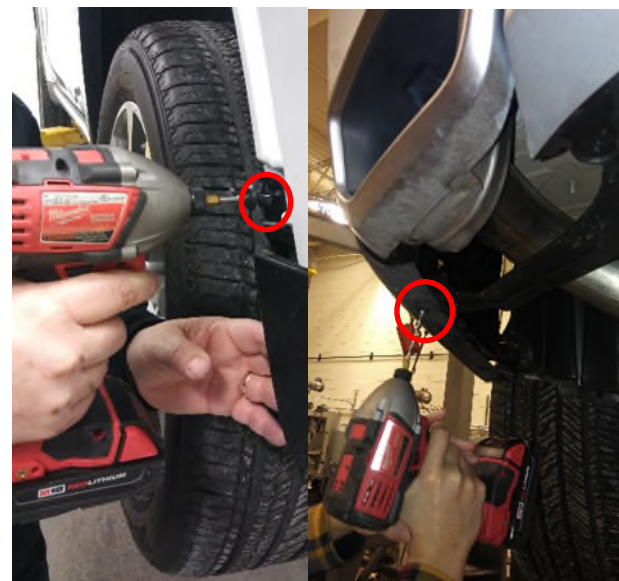

Figura 2
- 3. Retirar la fascia del parachoques trasero. (A)** Con cuidado halar para atrás la moldura del receptáculo de la rueda con las herramientas de recortar molduras plásticas para localizar un remache plástico (1 en cada lado). **(B)** Usar el taladro para retirar remaches plásticos (cada lado) de la moldura plástica del receptáculo de la rueda y la fascia (ver la Figura 2). Los remaches no se pueden volver a usar. Se incluyen los repuestos. Para retirar el remache, insertar el perforador central pequeño o una broca en el centro para empujar el pasador hacia el otro lado. **(C)** Usar un cubo de 8 mm para quitar (16) tornillos de la parte inferior de la fascia (8) en cada lado. Tendrá 3 piezas de moldura plásticas que quedarán, dejarlas a un lado para más adelante. **(D)** Retirar los 4 remaches de presión del área de la fascia superior (ubicada debajo de la puerta trasera, ver la Figura 3). Luego se pueden sacar dos piezas de moldura. **(E)** Retirar los reflectores utilizando las herramientas de recorte de molduras plásticas. **(F)** Comenzar lentamente a retirar la fascia usando las herramientas recorte de molduras plásticas. Desenganchar el arnés eléctrico en el lado del pasajero y retirar la fascia.